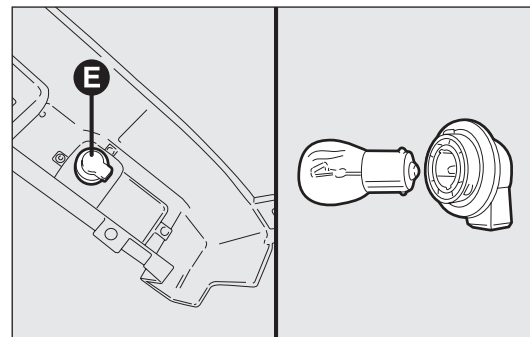

fig. 200
- draai de lamphouder E linksom (1/8 slag), verwijder de lamp met bajonetfitting door hem iets in te drukken en naar links te draaien en vervang vervolgens de lamp fig. 200.